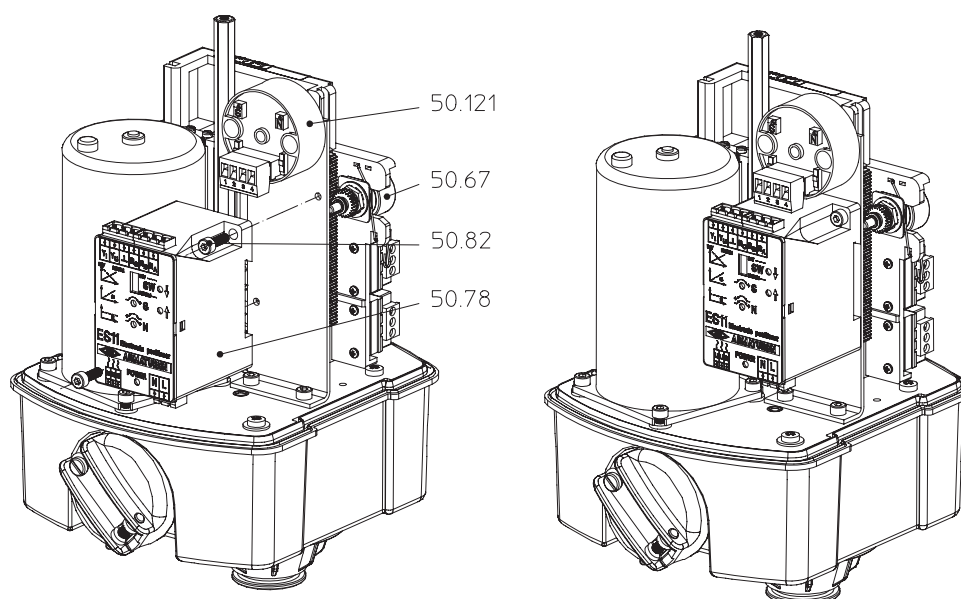

Рис. 26: Одновременная установка RI32 / ES11 в ARI-PREMIO 2,2 - 5 кН
- Смонтируйте RI32 и ES11 с помощью крепежного комплекта в соответствии с Рис. 26